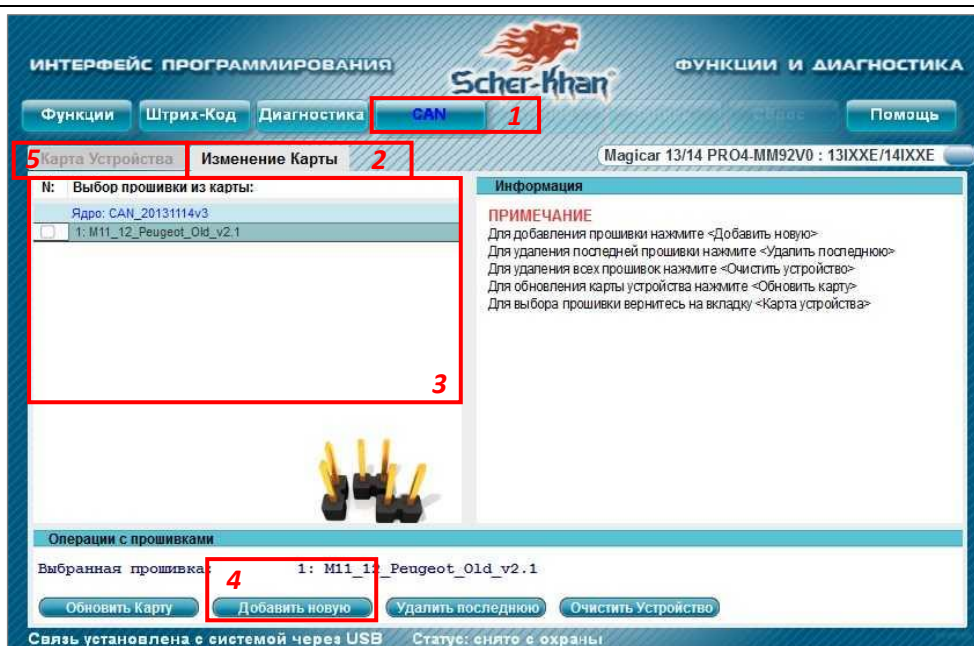

Рис. 5: OpWin - вкладка «**CAN/Изменение карты**»
- запускаем ранее установленную программу «**OpWin**» (см. пункт 2.2.1.) (см. рис. 5)